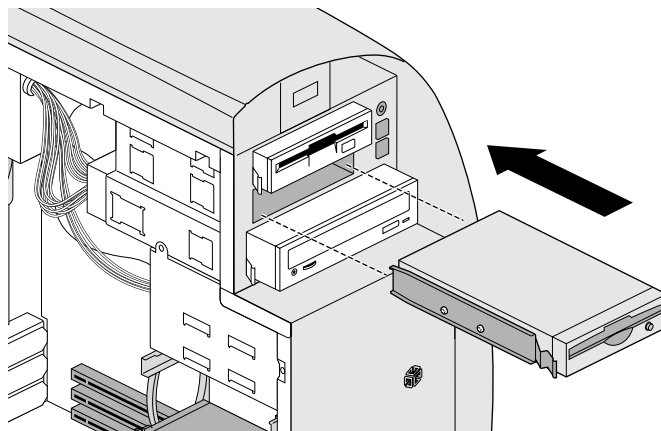

Abbildung 4-5 Installieren eines Wechselplatten-Laufwerks
8. Schieben Sie das Laufwerk wie in Abbildung 4-5 bis zum Einrasten in den entsprechenden Einschub.